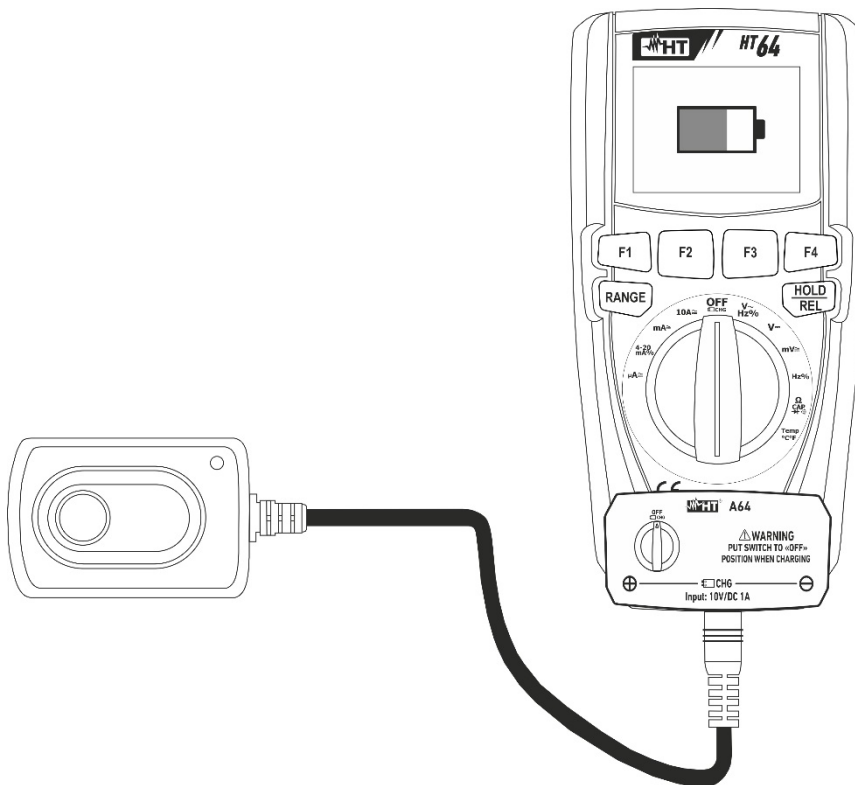

Abb. 31: Wiederaufladung der internen Batterie
2. Stecken Sie den Anschluss des Batterieladegerätes in das Gerät ein, in die vier Eingangsbuchsen (siehe Fig. 31).